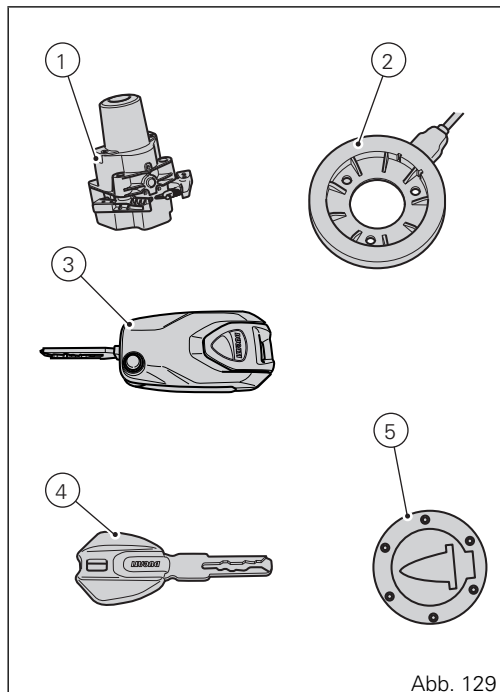

Abb. 129
Der „Hands Free“-Block (1, Abb. 129) ist am vorderen Tankbereich angeordnet. Für den entsprechenden Zugriff muss die Klappe (8) angehoben und entfernt werden.
Das „Key-on“ erfolgt auf das Drücken der Taste (7) am Hands Free-Block (1, Abb. 129) und bei Vorhandensein des aktiven Schlüssels (3, Abb. 134).
Das „Key-off“ erfolgt auf das Drücken der Taste (7) am Hands Free-Block (1, Abb. 129) auch ohne vorhandenen Schlüssel (3, Abb. 134).
Das „Key-off“ erfolgt auf das Drücken der Taste (7) am Hands Free-Block (1, Abb. 129) auch ohne vorhandenen Schlüssel (4, Abb. 134).
Das „Key-on“ erfolgt durch Drücken der Taste (7) am Hands Free-Block (1, Abb. 129) ohne vorhandene Schlüssel (3, Abb. 134) und (4, Abb. 134) bzw. mittels Eingabe des PIN-Codes am Cockpit.